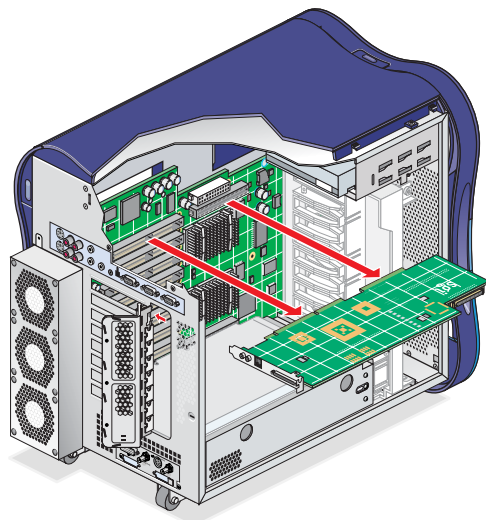

図 3-18 IO9 ボードの取外し
3. IO9 ボードの両端をしっかりとつかみ、PCI スロットから外れるまでボードをまっすぐ引き抜きます。シャーシの端から外れるまで IO9 ボードの前端を傾けます。IO9 ボードを筐体から取外し、安全な場所に置きます (図 3-18 を参照)。